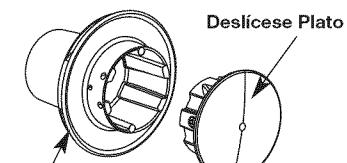

Fig. 15
3. Reinstale la placa guía de la línea (Fig. 15). La placa guía es un elemento con espiga y ajuste de una sola forma. Si no entra en el cabezal de corte fácilmente, NO lo force. Gire la placa hasta que se encaje fácilmente en el cabezal de corte.